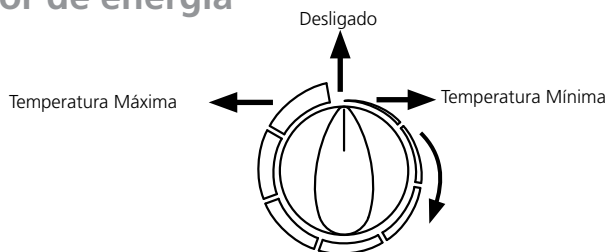

Fig. 2
- O funcionamento começa girando o manípulo para a direita (fig. 2).
Para desligar o produto girar o manípulo no sentido anti-horário até a posição desligado (fig. 2).